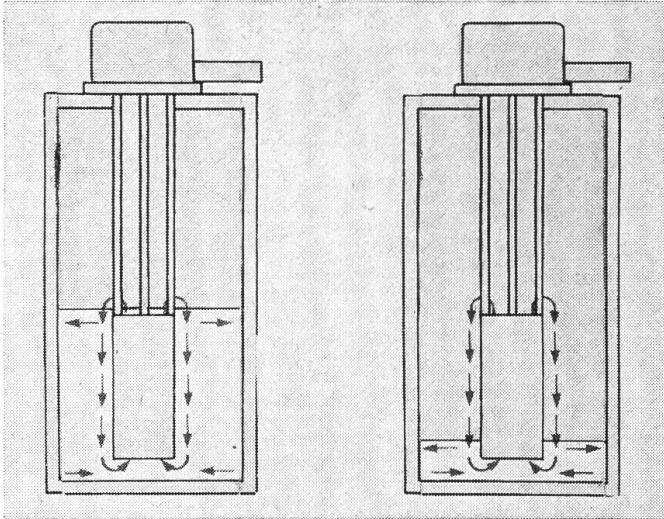

Fig. 19: Ecoulement du lait le long du cylindre d'un refroidisseur à immersion. (A droite, le cylindre n'est pas plongé assez profondément.)
- Une profondeur d'immersion trop faible augmente le risque d'une agglomération des globules butyreux et de la formation de glace. Aussi le refroidisseur ne devrait-il être mis en fonctionnement que si l'évaporateur est totalement recouvert de lait (la formation d'écume doit être considérée comme un signe d'avertissement) (Figure 19).